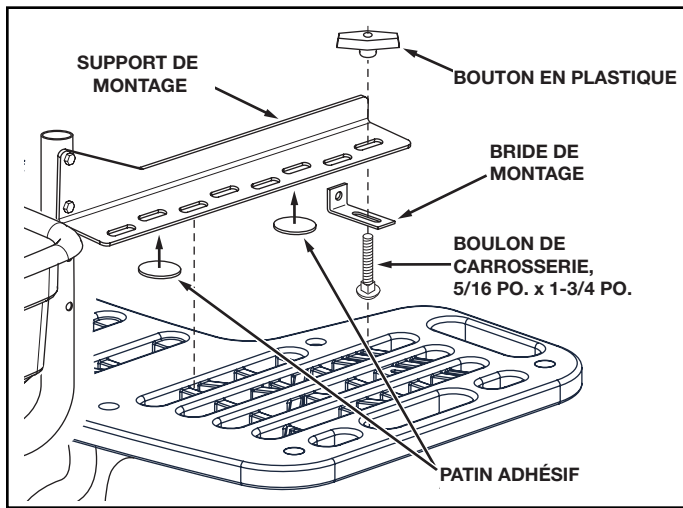

FIGURE 8
10. Fixer les supports de montage de l'épandeur au rack à l'arrière du véhicule avec quatre (4) boulons de 5/16 po. x 1-3/4 po., des brides de fixation et des boutons en plastique. Utiliser les patins adhésifs pour protéger le rack. Voir la figure 8.